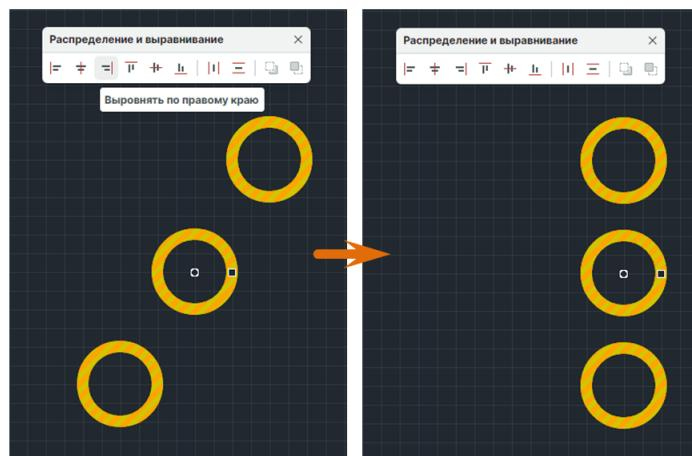

Рис. 313 Выравнивание по правому краю
2. На панели «Распределение и выравнивание» выберите инструмент «Выровнять по правому краю», который обозначен иконкой , см. Рис. 313.